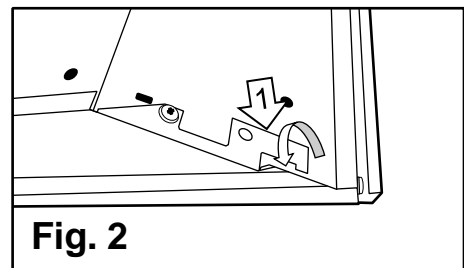

Fig. 2
4. De-dessus du plafond, fixer le luminaire à barre en T construit en courbant dans des **crochets** (n° 1) sur l'ensemble des quatre coins de le luminaire (**Fig. 2**).
5. Si le code local exige, attacher un fil à au moins deux des quatre **crochets** (n° 1) situés à proximité de chaque coin de le luminaire à un élément de structure du plafond (**Fig. 2**).